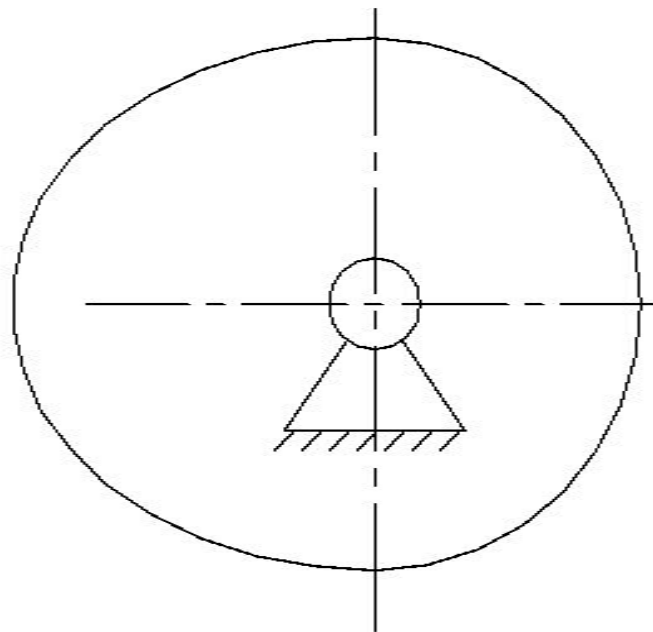

Рис. 1.8. Кулачок
**Кулачок** – звено механизма, у которого рабочий профиль выполнен в виде поверхности переменной кривизны (рис. 1.8).